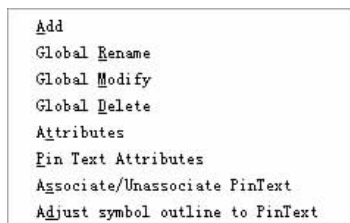
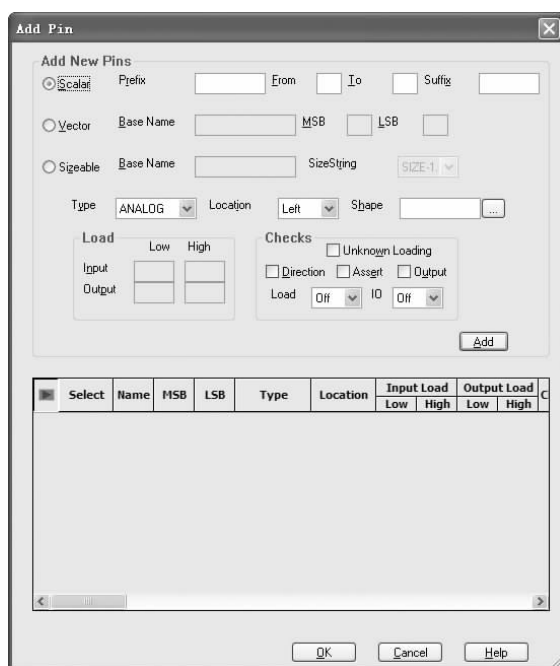

图 2-112 快捷菜单
图 2-113 “Add Pin”对话框
12. 打开“Package Pin”选项卡，单击 **Pins** 按钮，弹出如图 2-112 所示的快捷菜单，选择“Add（添加）”命令，弹出如图 2-113 所示的“Add Pin”对话框。